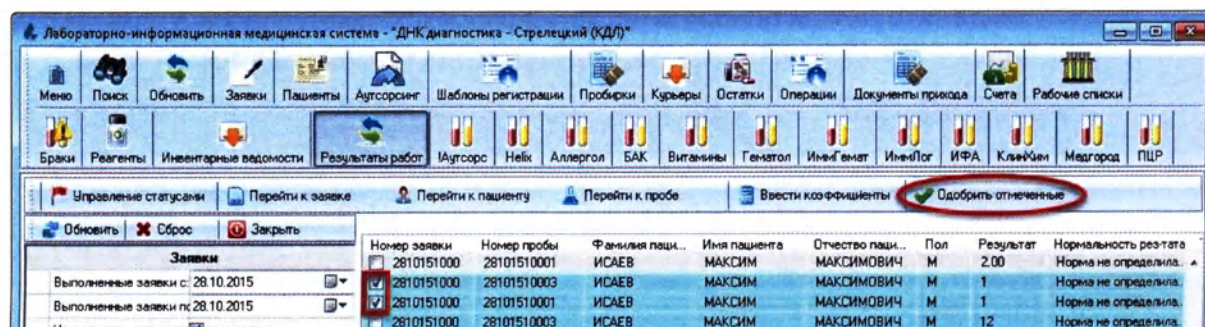

Рисунок 11.16
2. Нажмите кнопку «Одобрить отмеченные» (Рисунок 11.16):